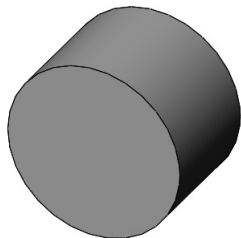

图 2-20 圆柱模型
- [1] 打开初始文件“Z2L3.prt”，圆柱模型，如图 2-20 所示。